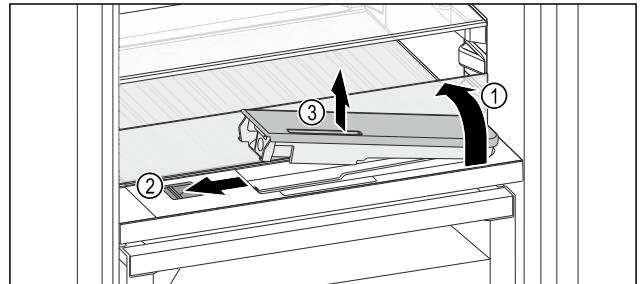

Fig. 151
- ▶ Glasplatte anheben und bis zum Anschlag nach hinten klappen Fig. 151 (1).
- ▶ Schieber Fig. 151 (2) nach links schieben.
- ▶ Wassertank entnehmen Fig. 151 (3).